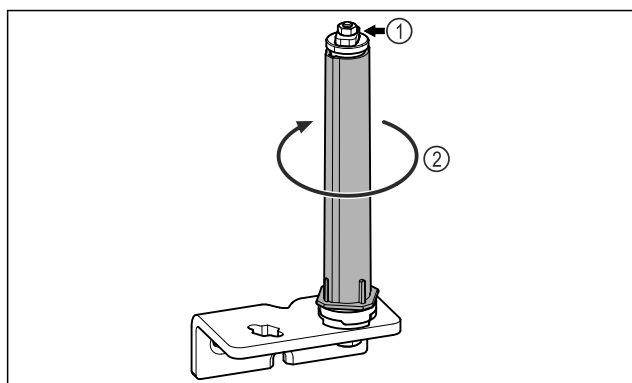

Fig. 18
- ▶ Ärge võtke ukse sulgemissüsteemi lahti Fig. 18 (1).
- ▶ Keerake sulgemissüsteemi Fig. 18 (2), kuni see klõpsub.